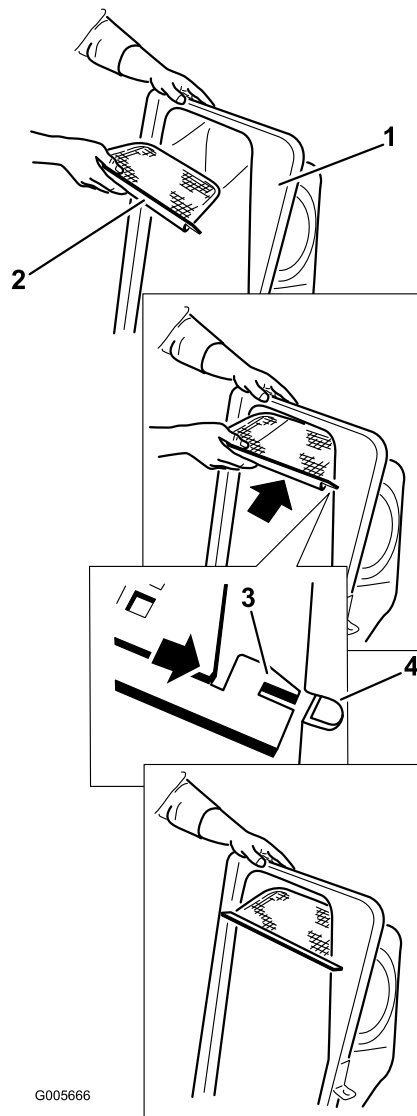

Figura 20
2. Montai ecranul aa cum se arată în Figura 20 i asigurai-vă că este înclinat în jos, spre sacii pentru colectare.